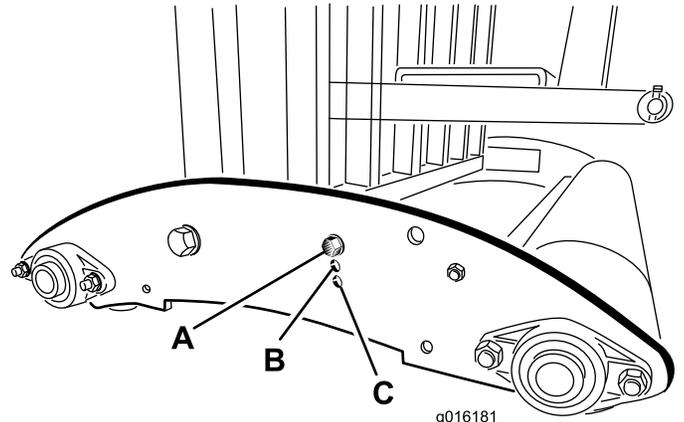

图30
**注意：** 在 SR54-S 和 SR70-S 型号上，如果打孔机打孔针深度设置在位置 A，应将安装管的端部安装到侧板的下安装孔内（图30）。深度设置位置 B 或 C 则使用上安装孔。